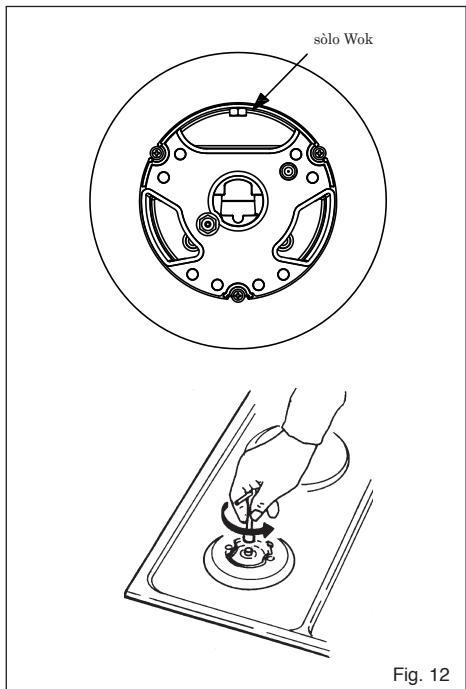

Fig. 12
## Adaptación a un tipo diferente de gas (Fig. 12)
- la sustitución de los inyectores (Fig. 12) con los correspondientes al tipo de gas a utilizar (véase tabla "Características utilizadores").